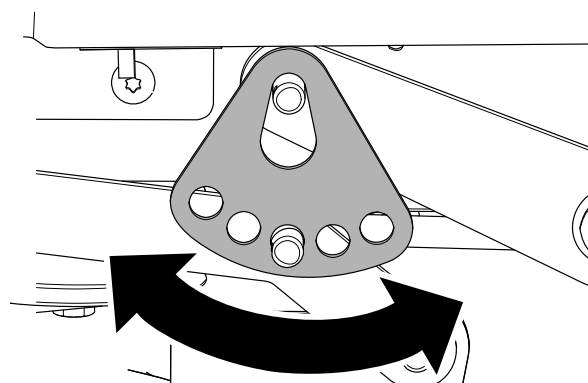

Figure 68
7. Tournez la plaque de hauteur de coupe à un trou différent pour que le poids du plateau de coupe soit soutenu après l'installation de la plaque (Figure 68).
8. Remettez en place la rondelle et la goupille fendue (Figure 68).